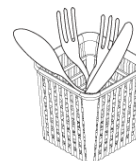

Fig.36
- 3- Le posate sistemate verticalmente nell'apposito contenitore. (Fig.36)